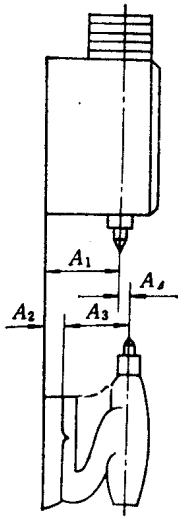

图 10-10
11.* 如图10-10所示,为普通车床前后顶尖中心线等高的尺寸链, 根据精度要求, 只许尾座后顶尖高 $0 \sim 0.06\text{mm}$, 试按修配法确定补偿环和其它各组成环的偏差。取可行经济公差 $\delta A_1 = 0.25\text{mm}$, $\delta A_2 = 0.15\text{mm}$, $\delta A_3 = 0.2\text{mm}$ 。